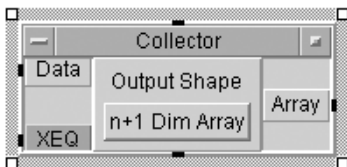

Рис. 3.4
3. Использовать объект Collector (рис. 3.4), расположенный в главном меню (Data→Collector). Этот объект собирает данные, поступающие на вход данных, и помещает каждый вновь пришедший контейнер с данными в новую ячейку. Он продолжает собирать данные, пока не поступит какой либо сигнал (контейнер) на вход XEQ, после чего он выдает на выходе массив с числом элементов, равным количеству контейнеров с данными, пришедшими на вход. Если форма данных на выходе (Output Shape) установлена в положение «n+1 Dim Array», то при поступлении на вход n-мерных массивов они будут последовательно записываться в ячейки коллектора, и на выходе мы получим n+1-мерный массив. Если же приходят обычные данные (0-мерные) то на выходе будет одномерный массив.